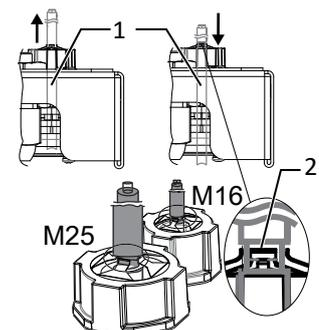

Abb. 30: Schirmauflage an EMV-Verschraubung
1. Leitungen (1) auf Zug-/Druckfreiheit durch vollständiges Öffnen und Schließen der Türe prüfen.
2. Position zur Schirmauflage am Klemmkäfig (2) der EMV-Verschraubungen kennzeichnen.
4. Leitungen auf Schirmstelle zurückziehen bis Schirmung durch Klemmkäfig vollständig erfolgt und ein Verschieben des Anschlusskabels ausgeschlossen ist. [Siehe Abbildung 30 ▶ Seite 27]